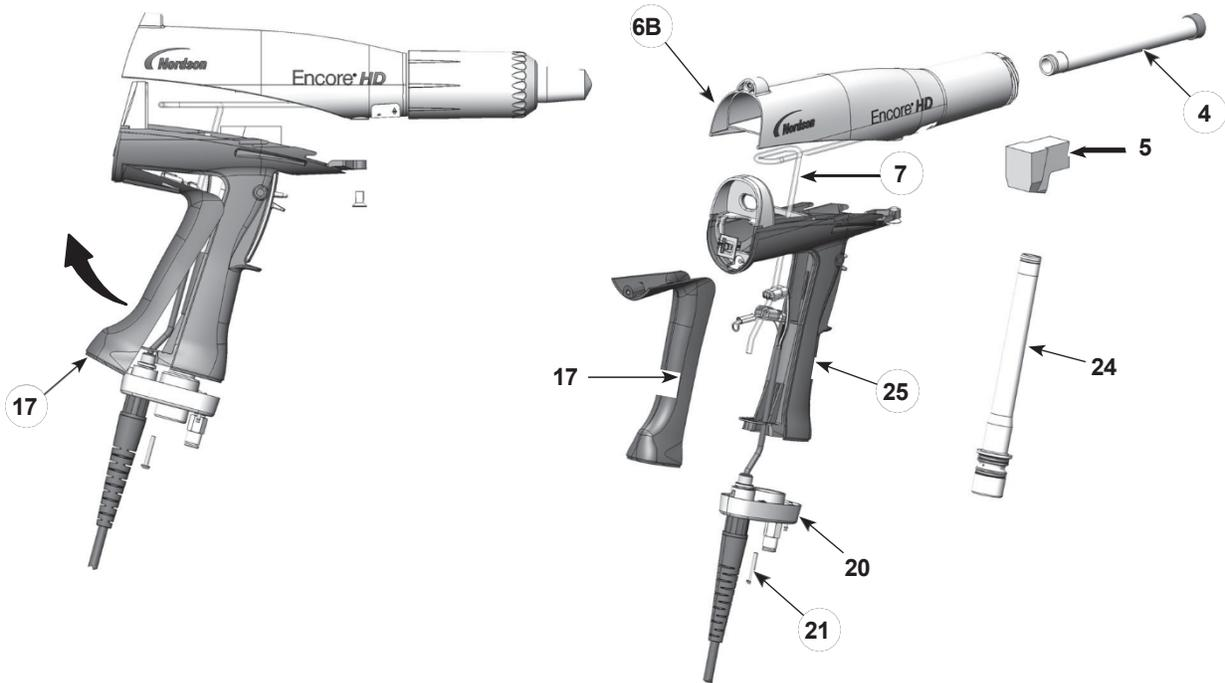

Figura 14 Polvo Sustitución del recorrido
2. Véase la figura 14. Retire el codo (5) del tubo de entrada (24).
3. Retire los dos tornillos M3 x 20 (21) de la base de la empuñadura (20).
4. Tire de la base para separarla de la empuñadura y, a continuación, gire la parte inferior del cojín de tierra (17) hacia arriba y sepárela de la empuñadura, luego retírela. Deje el cable de tierra conectado a la toma de tierra.
5. Empuje el tubo de entrada (24) hacia arriba y fuera de la base, a continuación, mueva la base fuera del camino y tire del tubo de entrada fuera del mango.
6. Empuje el tubo de salida (4) hacia fuera de la parte delantera del cuerpo de la pistola (6B).
1. Véase la figura 14. Instale el tubo de salida (4) en el cuerpo de la pistola (6B), con el extremo del tubo a ras con el extremo del cuerpo de la pistola.
2. Instale el tubo de entrada (24) en la empuñadura (25) y, a continuación, instale el extremo del tubo en la base de la empuñadura (20).
3. Empuje la base de la empuñadura cerca de la empuñadura y enganche el extremo superior de la almohadilla de suelo (17) en el cuerpo y gírela sobre la empuñadura. Asegúrese de que los hilos del cable no queden pellizcados o atrapados durante el reensamblaje.
4. Instale la base de la empuñadura sobre la empuñadura y el patín y fíjela con los dos tornillos M3 x 20 (21).
5. Instale el codo (5) en el tubo de entrada, con el extremo orientado hacia la parte delantera de la pistola, tal como se muestra.